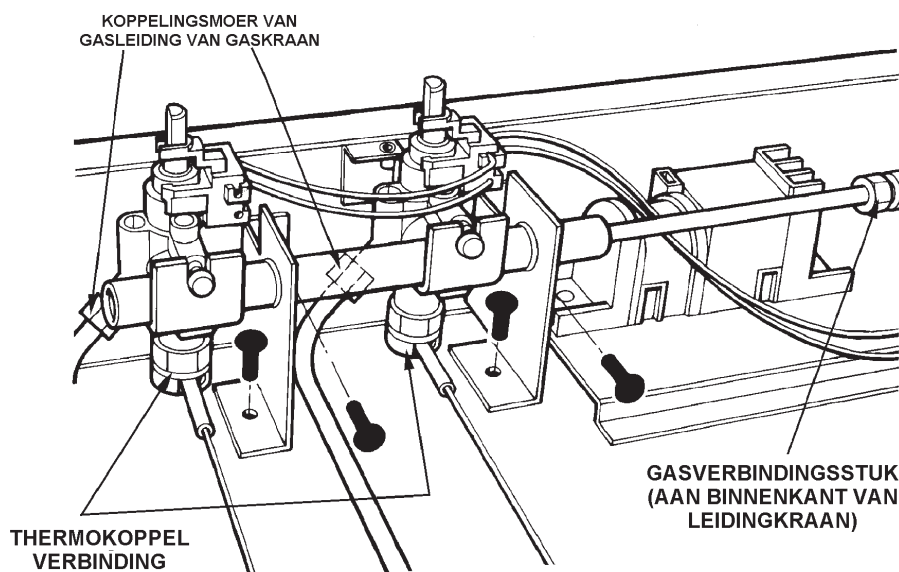

Fig. 6
5. Ontkoppel het gasverbingsstuk (aan binnenkant van leidingkraan). (Zie Fig. 6)